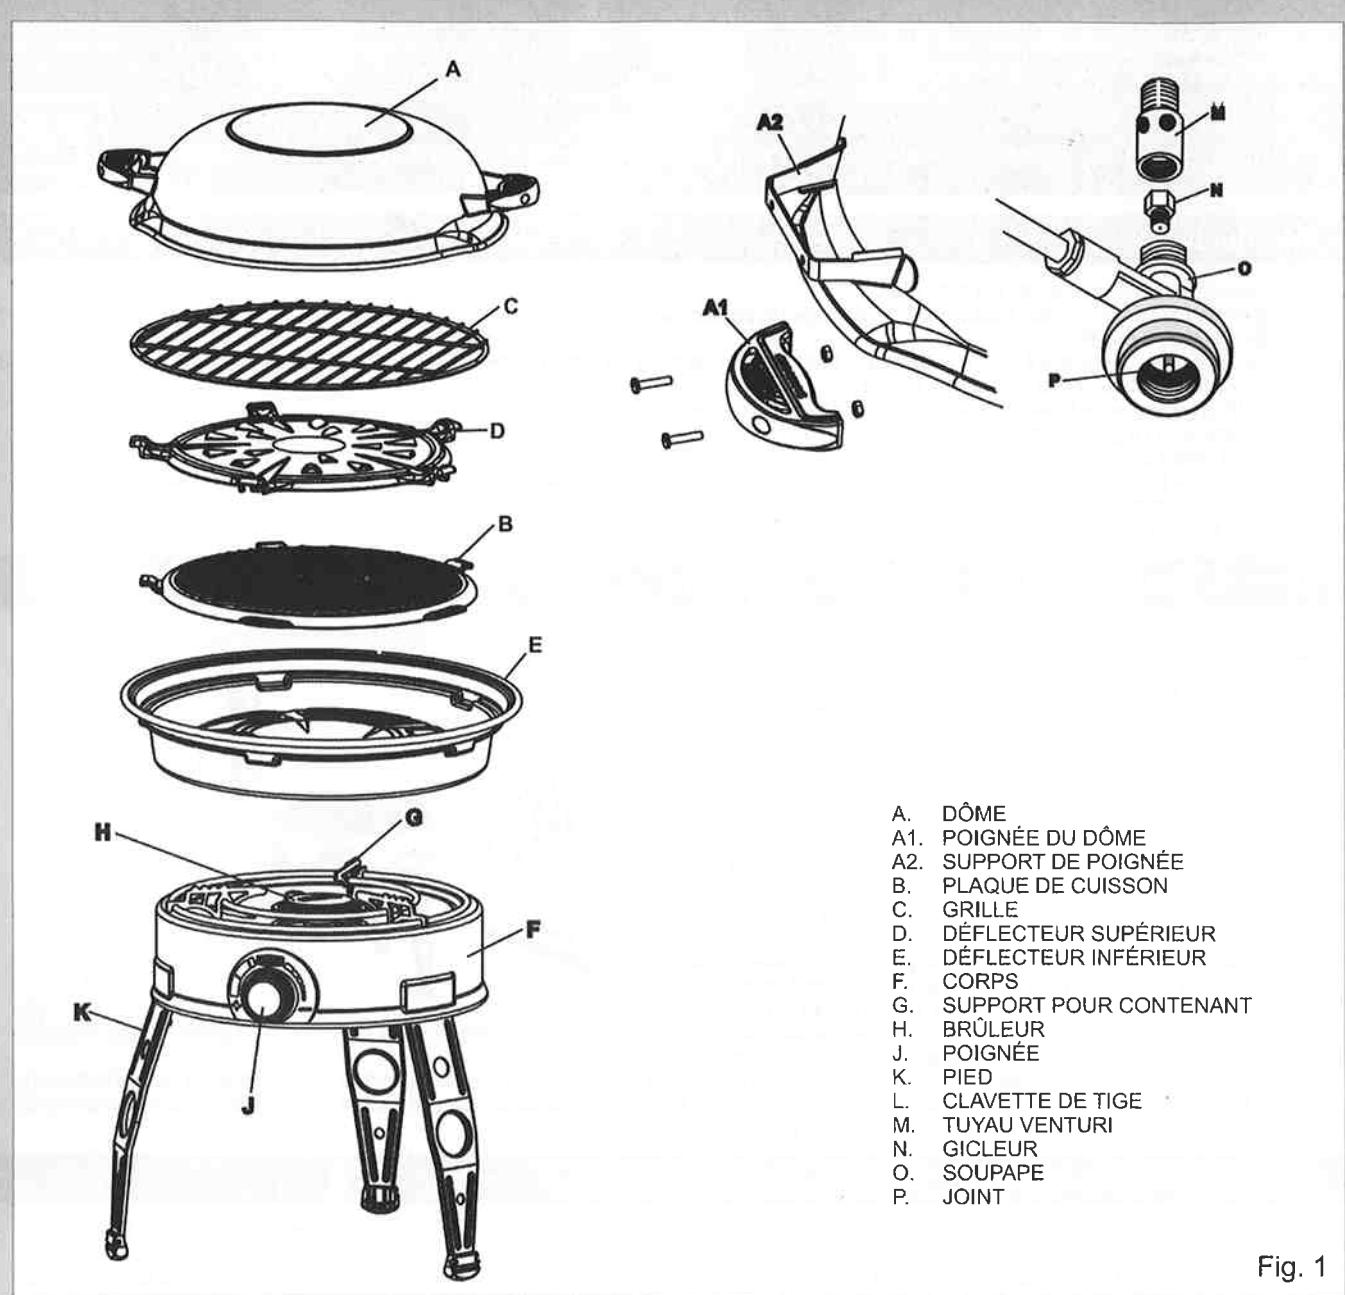

Fig. 1
- Vérifier que le joint (P) soit bien en place et en bon état avant le branchement sur la bouteille de gaz (voir figure 1).
- S'assurer que l'on utilise l'appareil à bonne distance de matériaux inflammables. Les distances sécuritaires minimales sont : 1,2 m au-dessus de l'appareil; 600 mm sur les côtés et à l'arrière (voir figure 1).
- S'assurer que la bouteille de gaz (S) soit ajustée ou remplacée dans un endroit bien aéré, de préférence à l'extérieur, loin de toutes personnes, sources d'allumage telles flammes nues, veilleuses, feux électriques.
- Ne pas déplacer l'appareil pendant qu'il fonctionne, car cela peut causer un flamboiement. Si cela se produit, vérifier si les trous d'aération dans le tuyau venturi (M) ne sont pas obstrués (voir figure 1). Le flamboiement peut se produire aussi si les aliments sont très gras et que le réglage de cuisson est trop élevé. Dans ce cas, réduire le niveau de chaleur en réglant le bouton de contrôle.